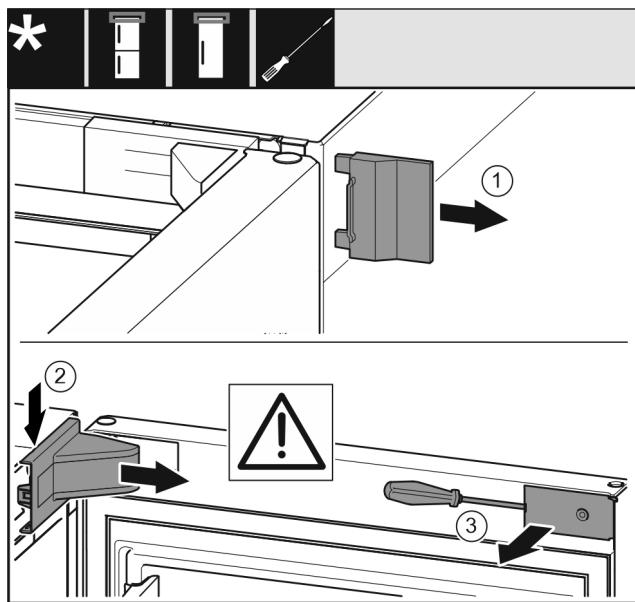

Fig. 6
- Skinite vanjski pokrov. *Fig. 6 (1)*
- Otkopčajte i otpustite pokrov podloška ležaja. Skinite pokrov podloška ležaja. *Fig. 6 (2)*
- Ravnim odvijačem otkopčajte masku i zakrenite je u stranu. *Fig. 6 (3)*